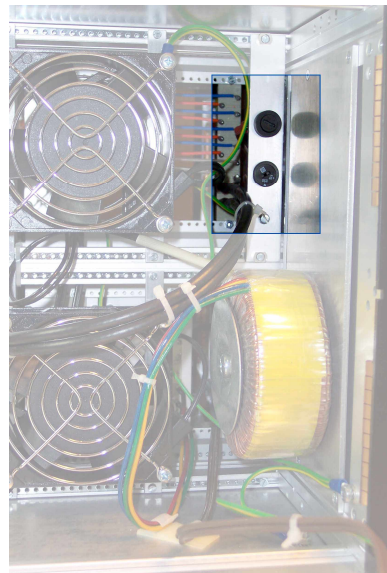

Abb. 12. Lage der Gerätesicherung und des Spannungswahlschalters im Gehäuse des Generators.
4. Nehmen Sie die Sicherung aus dem Sicherungshalter heraus (siehe Abb. 12) und ersetzen Sie diese durch eine neue mit dem richtigen Wert (siehe technische Daten).